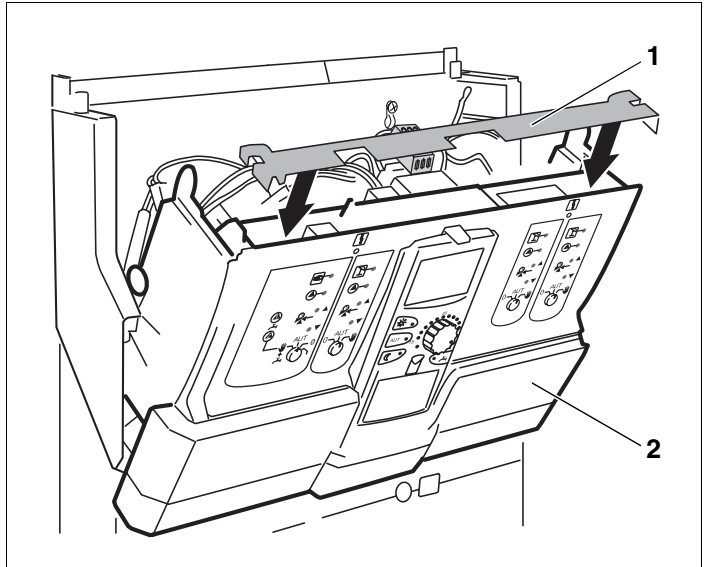

Abb. 9 Querleiste einsetzen
- Querleiste (Abb. 9, **Pos. 1**) in die Aussparungen einsetzen und einrasten lassen.
- Das Gerätevorderteil (Abb. 9, **Pos. 2**) zurückschwenken und einrasten lassen.